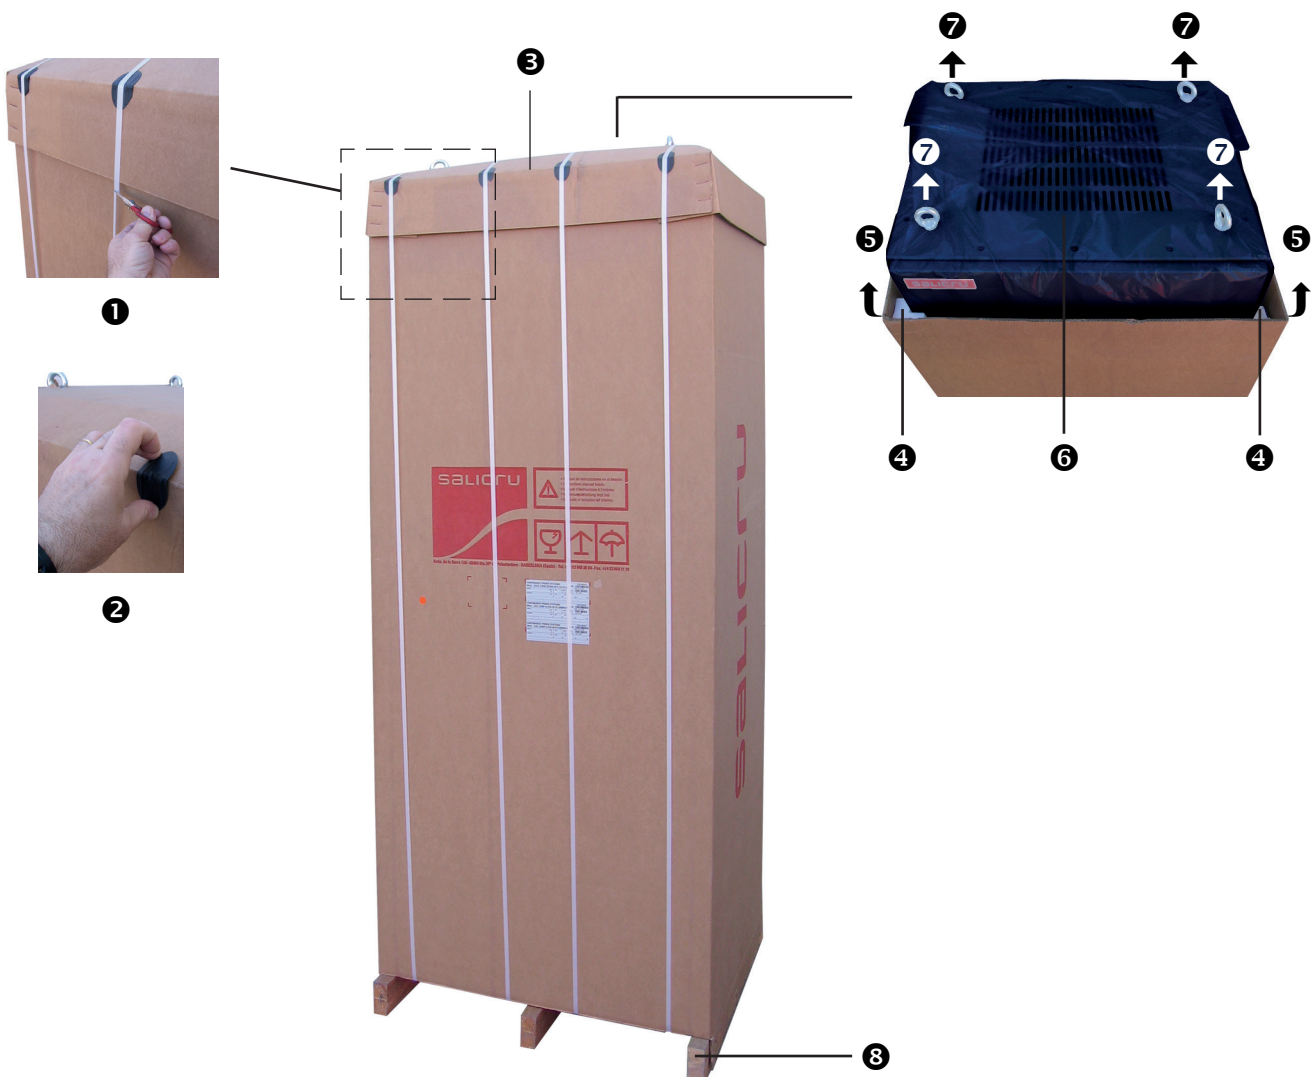

Fig. 17. Proceso de desembalaje de un sistema en armario.
- El desembalaje de un equipo no comporta ningún inconveniente y sólo se describe el procedimiento para un sistema en armario, al ser un poco más complejo en particular por el propio volumen del mismo (ver Fig. 17). Respetar el procedimiento indicado a continuación: